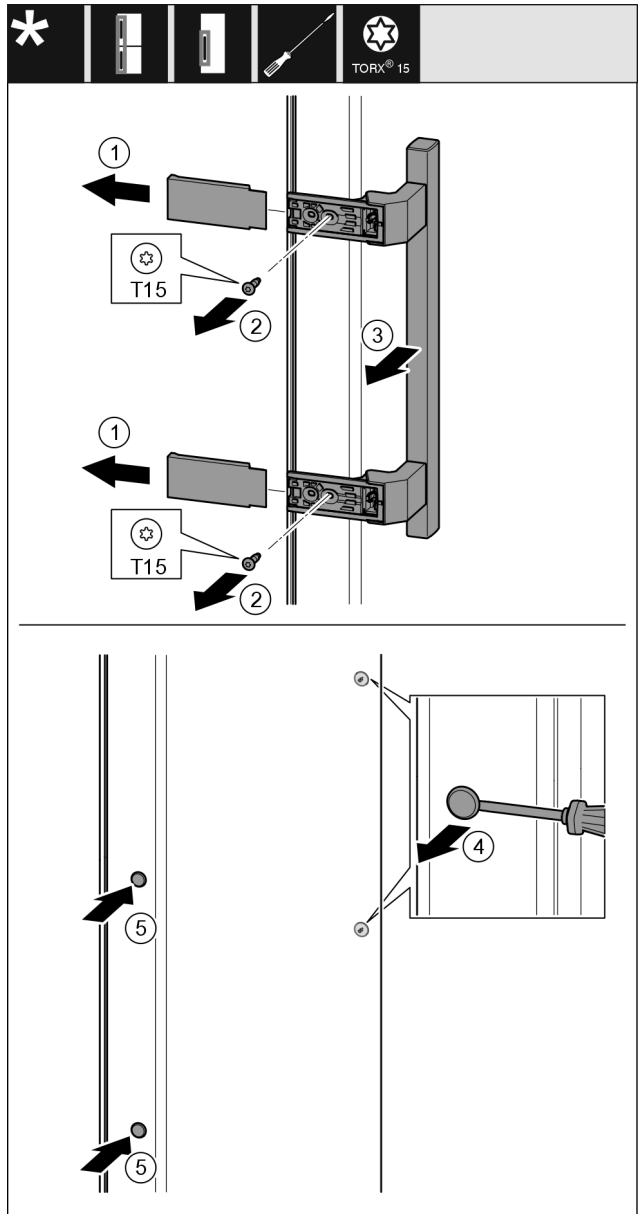

Fig. 52
- ▶ Abdeckung Fig. 52 (1) abziehen.
- ▶ Schrauben Fig. 52 (2) mit Schraubendreher herausdrehen.
- ▶ Griff Fig. 52 (3) abnehmen.
- ▶ Seitlichen Stopfen Fig. 52 (4) vorsichtig mit einem Schlitzschraubendreher anheben und herausziehen.
- ▶ Stopfen Fig. 52 (5) auf der anderen Seite wieder einsetzen.